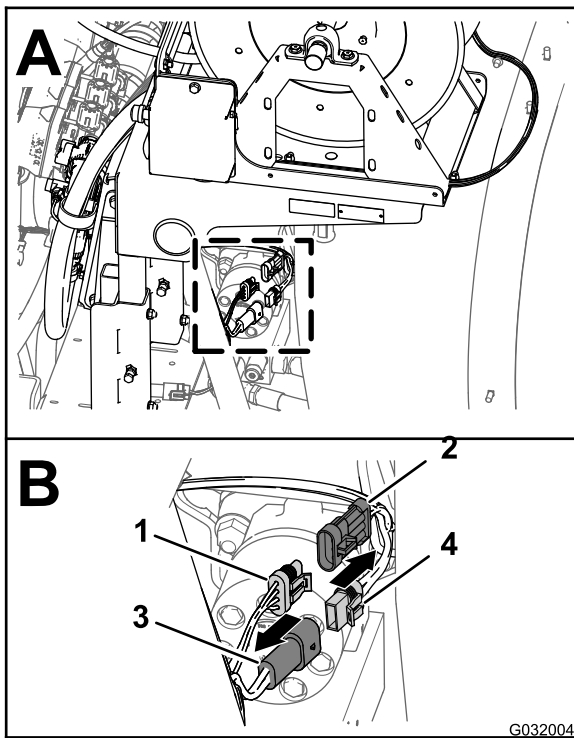

图 3
1. 在机器的后部找到药缸后部电动软管卷套件的线束 图 3。
2. 将电动软管卷线束的 2 插槽接头与后主线束的 2 针接头断开图 3 的 B。
3. 将电动软管卷线束的 3 针接头与后主线束的 3 针插槽断开图 3 的 B。